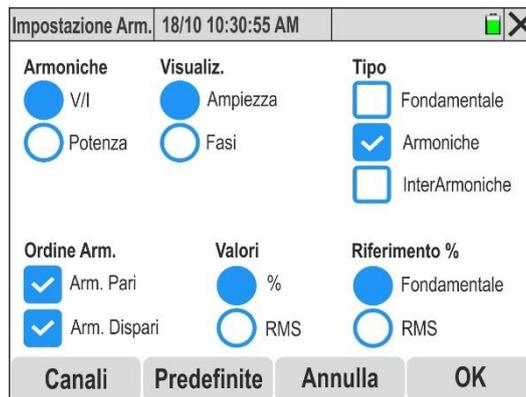

Fig. 53: Selezione impostazione visualizzazione grafici armoniche
3. Toccare il tasto “**Predefinite**” per ripristinare le selezioni di default presenti nella Fig. 53